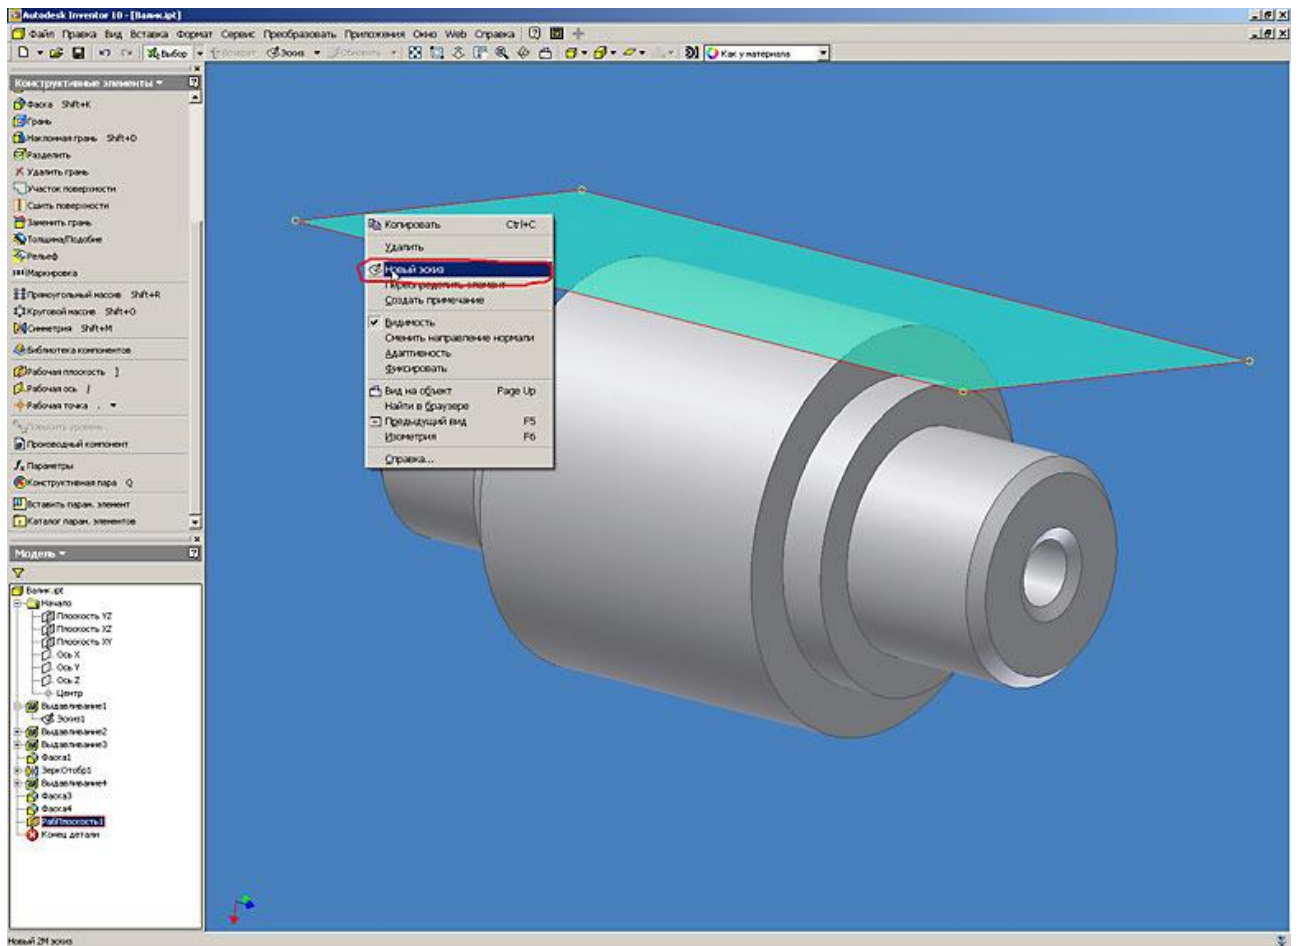

Рис. 13. Autodesk Inventor. Работа с конструктивными элементами (выдавливание)
13. Для построения нового эскиза паза на созданной плоскости нажимаем правой кнопкой мышки на грань плоскости и в контекстном меню выбираем пункт "Новый эскиз" (рис. 13).